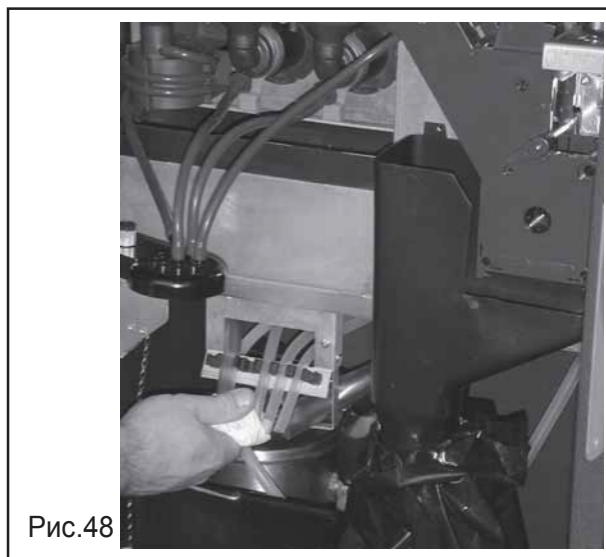

Рис.48
- слить жидкость из силиконовых трубок (Рис. 48).